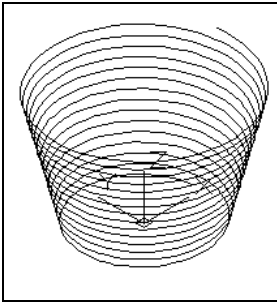

Рис. 10.42. Построение спирали
Задайте 15. На следующем шаге останется только задать высоту спирали (200). На рис. 10.42 в юго-западной изометрии показан результат построения неплоской спирали.